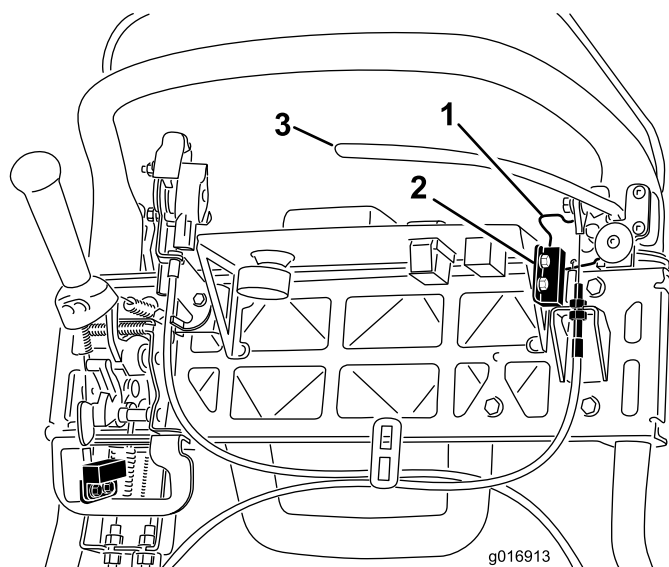

図 39
4. インタロックスイッチを固定しているねじをゆるめる 図 39。
5. 駐車ブレーキのラッチとインタロックスイッチとの間に厚さ 1.6 mm のシムをはさむ 図 39。